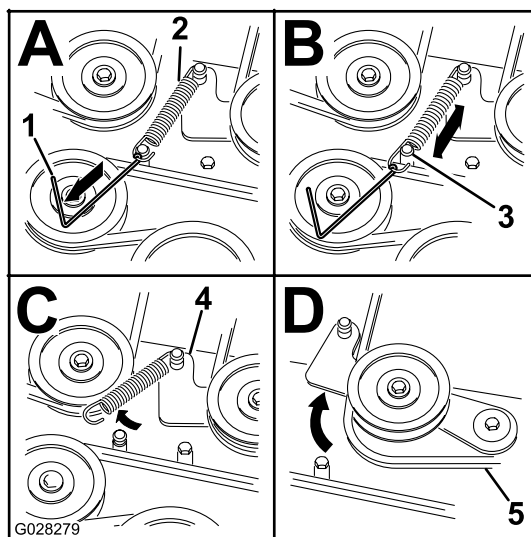

Figura 75
5. Alivie la tensión del muelle de la polea tensora; consulte la Figura 75.
Nota: Utilice la herramienta para la retirada de muelles (Pieza Toro N° 92-5771) para retirar el muelle del anclaje de la carcasa de corte (Figura 75).